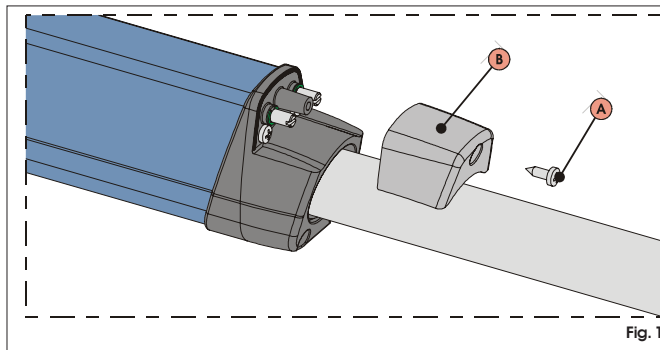

Fig. 19
- 1) Dévisser la vis de fixation supérieure, Fig.19 réf.A, et extraire le couvercle, Fig.19 réf.B.
- 5) Repositionner le couvercle, Fig.19 réf.B, et serrer de nouveau la vis de fixation, Fig.19 réf.A.